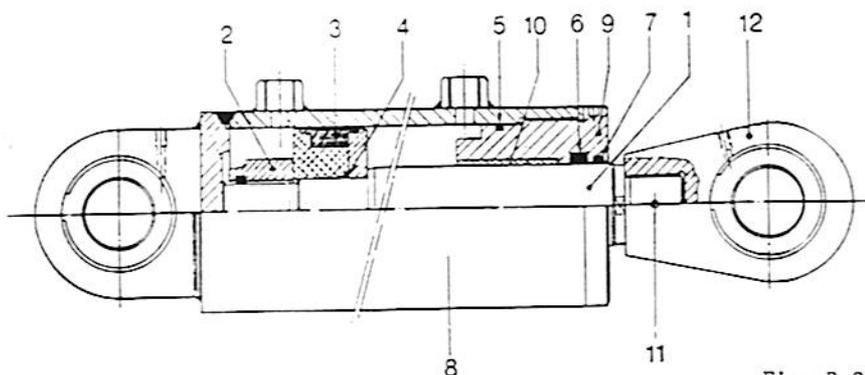

Fig. D.8
a) SOSTITUZIONE GUARNIZIONI TENUTA STELO (Rif. Fig. D.8)
1. Staccare il cilindro dai tubi di alimentazione e lo stelo (1) dal proprio attacco (12)
3. Svitare la testata (9)
5. Togliere le guarnizioni (5) (6) e (7); verificare lo stato della bussola (10)
7. Infilare la testata sullo stelo e avvitarla al cilindro (8)